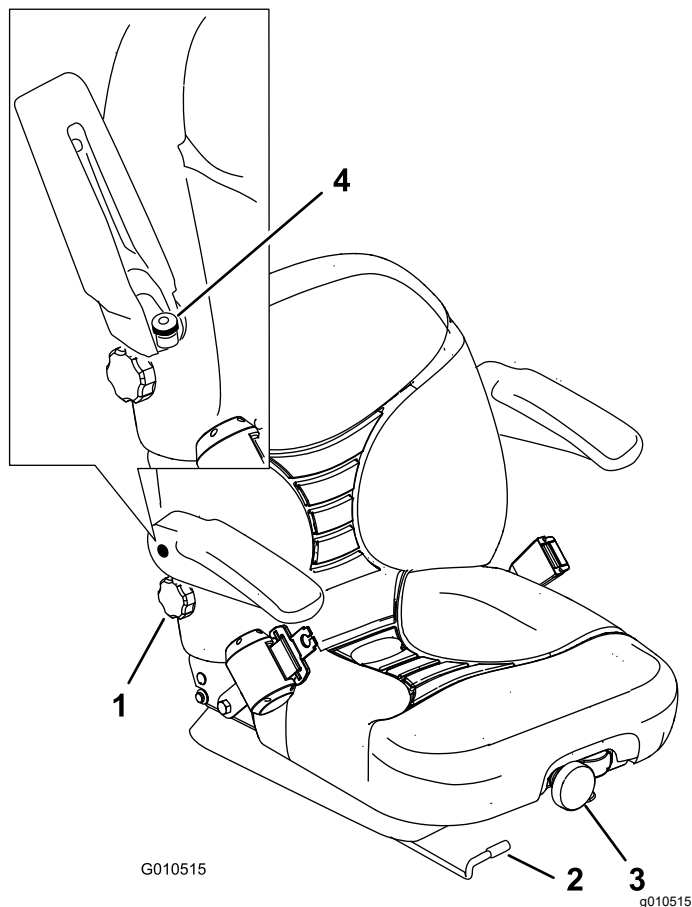

Figura 33
1. Spostate lateralmente la leva per sbloccare il sedile (Figura 33).
Per regolare il sedile, ruotate la manopola anteriore in una delle direzioni per ottenere il miglior comfort (Figura 33).
Per regolare lo schienale del sedile, ruotate la manopola sotto il bracciolo destro in una delle direzioni per ottenere il miglior comfort (Figura 33).
Sollevate il bracciolo e ruotate la manopola nella direzione opportuna fino ad ottenere il comfort ottimale (Figura 33).